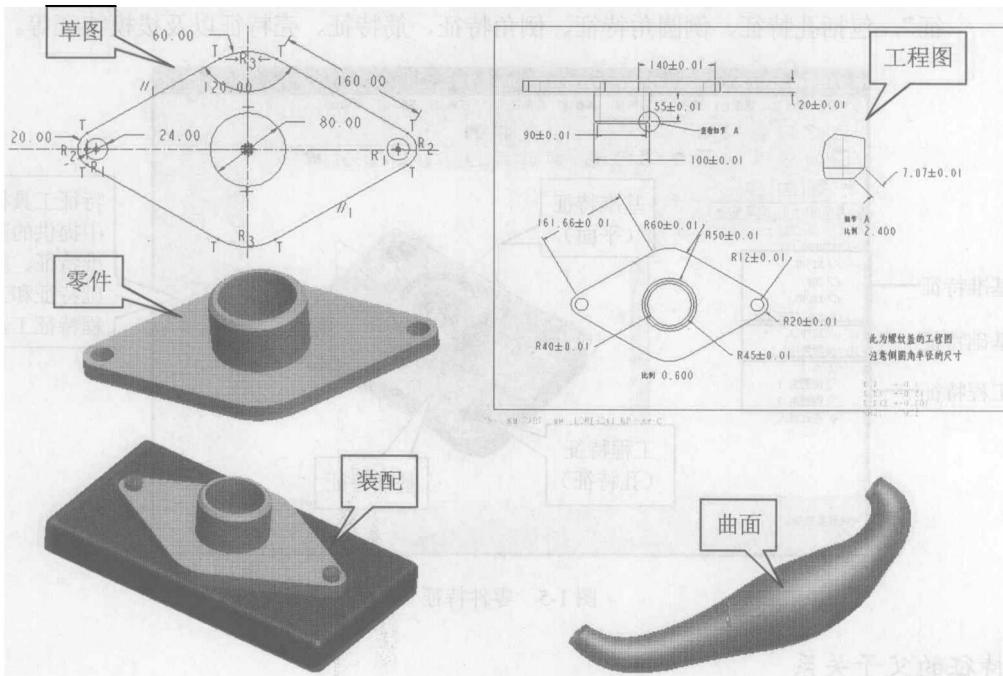

图 1-4 Pro/E 的主要功能模块示意图
- **草绘模块：**用来创建和编辑二维草图。草图主要作为三维模型的截面、轨迹线和其他辅助线等，是三维实体造型的基础，如图 1-4 左上图所示。
- **零件建模模块：**Pro/E 中大部分的零件设计工作都是在该模块下进行的，它允许用户基于特征进行实体建模，通过直观的图形操作修改零件，如图 1-4 左中图所示。
- **组件设计模块：**使用该模块可进行零件装配、组件管理与分析等操作，如图 1-4 左
- **详细绘图模块:** 使用该模块可以创建和处理 3D 零件模型的工程图, 可以将尺寸、注释等信息从 3D 模型直接输出到平面视图中, 如图 1-4 右上图所示。
- **曲面模块:** 使用该模块可以创建和编辑模型上的曲面和曲线, 如图 1-4 右下图所示。